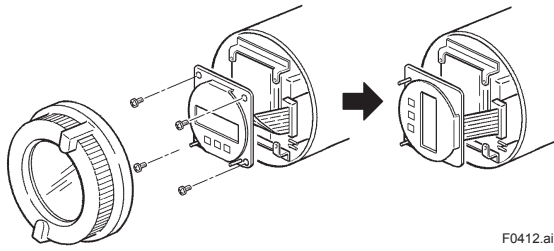

図 4.2.3 表示器の向き変更
- ・ 図 4.2.3 に示す方向以外に向きを変更したい場合はご相談ください。